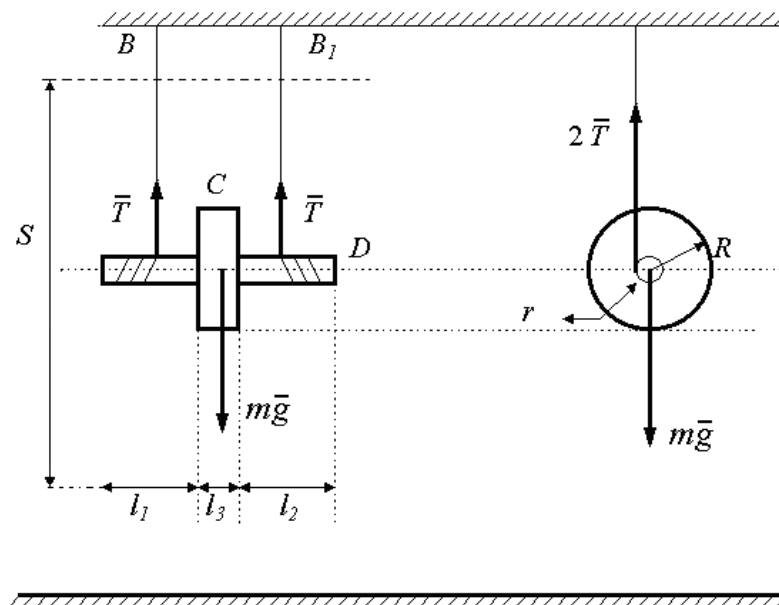

Рис. 1. Маятник Максвелла
1. Измерьте геометрические размеры маятника: r - радиус стержней D , м (рис.1);
2. l_1 и l_2 - длину стержней D , м (рис.1);
3. R - радиус диска маятника C , м (рис.1);
4. l_3 - толщину диска маятника C , м (рис.1);